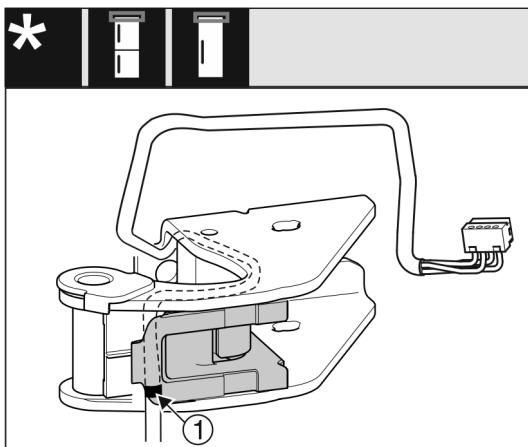

Fig. 28
- Marcajul central trebuie să se afle pe marginea suportului de cablu Fig. 28 (1).